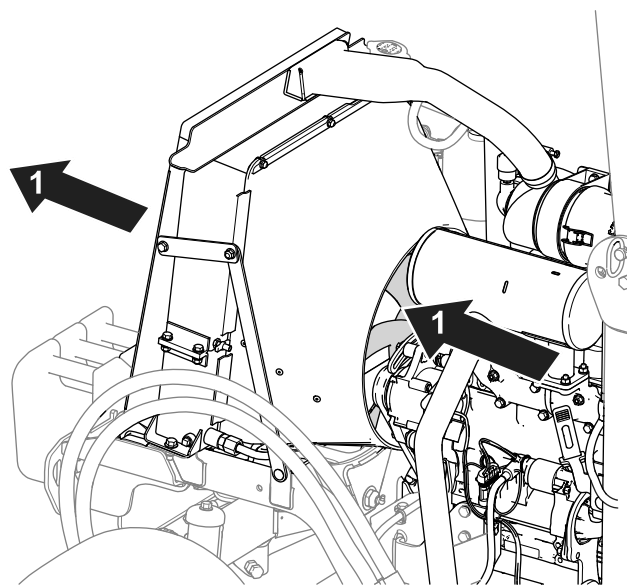

Bild 72
- Reinigen Sie die Kühlrippen mit Druckluft. Richten Sie dabei die Druckluft vom Motorinnenraum nach außen (Bild 72).